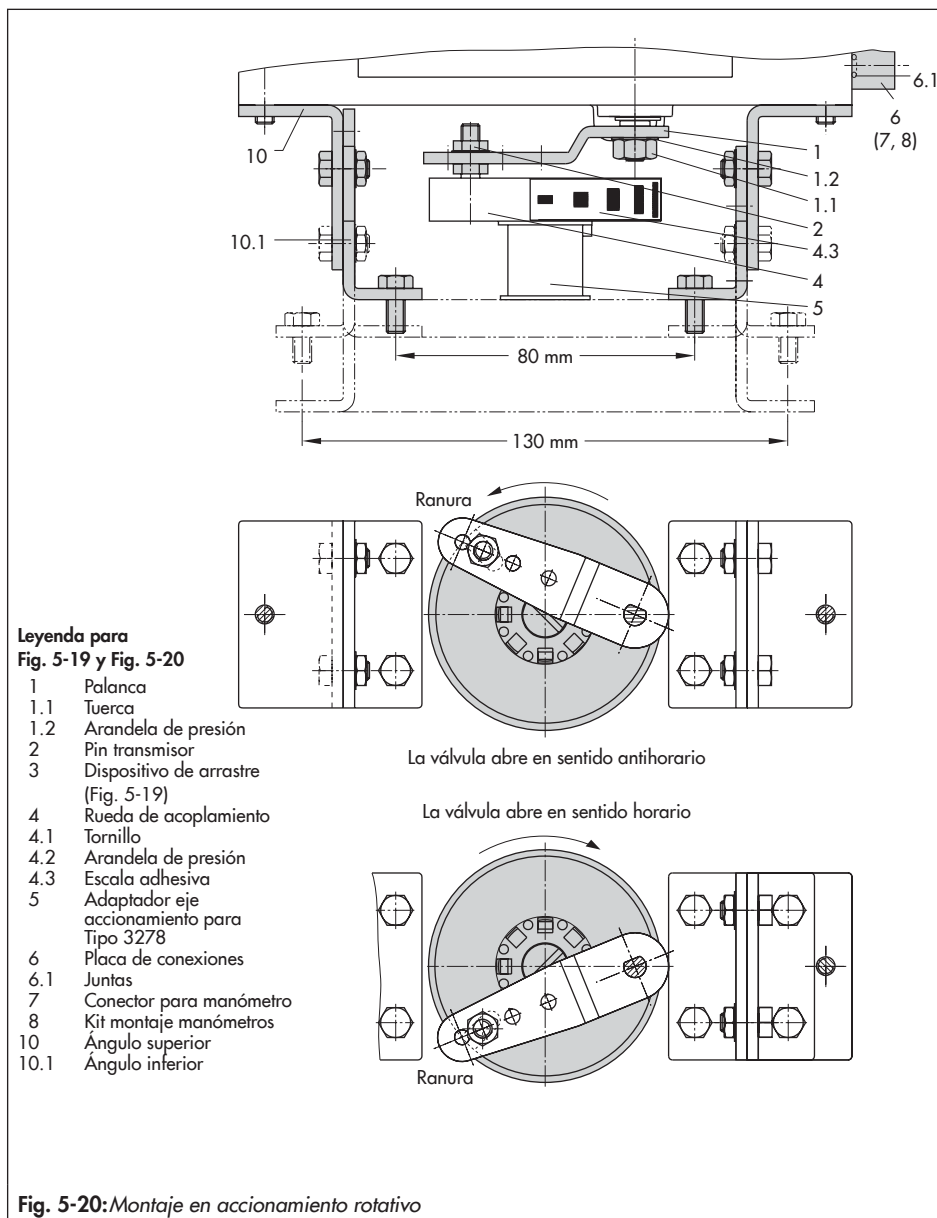

Fig. 5-20: Montaje en accionamiento rotativo
→ Ver Fig. 5-20
2. Colocar la rueda de acoplamiento (4) encima del dispositivo de arrastre (3) con la cara lisa del lado del accionamiento. Colocar la rueda de forma que, con posición de válvula cerrada, la ranura coincida con el sentido de giro según la Fig. 5-20.
4. Fijar los dos ángulos inferiores (10.1) encima del accionamiento, hacia dentro o hacia fuera según el tamaño del accionamiento. Colocar y atornillar los ángulos superiores (10).
5. Montar la placa de conexiones (6) o el conector para manómetro (7) con manómetro al posicionador, cuidando que las juntas queden en su lugar. **En accionamientos rotativos de doble efecto** sin resortes, se necesita montar un amplificador inversor, ver cap. 5.5.7.
6. Desatornillar el pin (2) estándar de la palanca M (1) del posicionador. Utilizar el pin transmisor ($\varnothing 5$ mm) de los accesorios de montaje y atornillarlo en el orificio para posición 90° .
7. Colocar el posicionador encima del ángulo superior (10) y fijarlo. Al hacerlo colocar la palanca (1) de forma que, teniendo en cuenta la dirección de giro del accionamiento rotativo, el pin transmisor encaje en la ranura de la rueda de acoplamiento (4) (Fig. 5-20). En cualquier caso se tiene que cumplir que a mitad de recorrido la palanca (1) quede paralela longitudinalmente al posicionador.